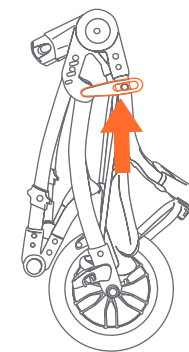
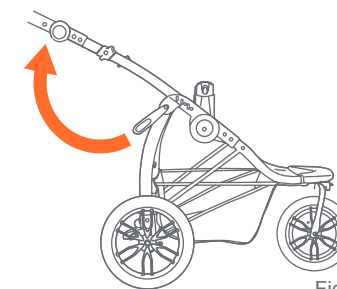

Fig. 20a
Fig. 20b
20) • Déverrouiller le levier de déverrouillage (Fig. 20a). Déplier cadre de la poussette en tirant la poignée (Fig. 20b). Le bar se verrouille lorsque les jambes le complètement tendues.